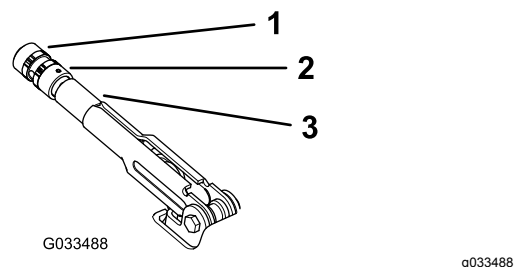

Рисунок 57
2. Ослабьте установочный винт, который крепит рукоятку к рычагу стояночного тормоза (Рисунок 57).
3. Поворачивайте рукоятку (Рисунок 57) до тех пор, пока усилие, требуемое для активации рычага, не достигнет 20–22 кг.
4. По окончании регулировки затяните установочный винт (Рисунок 57).